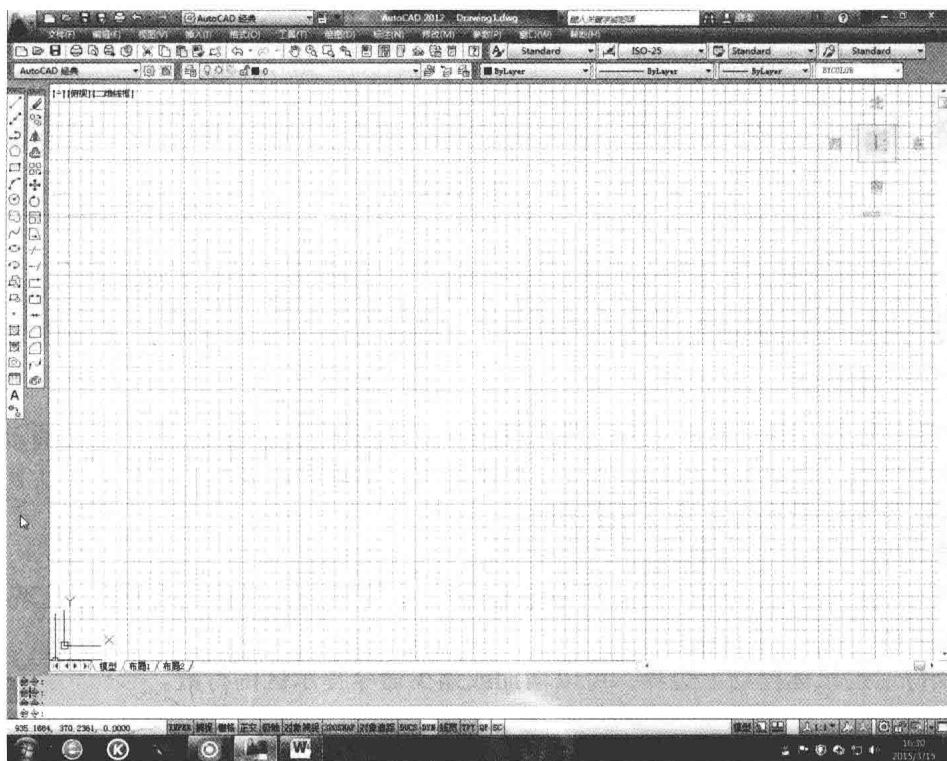

图 1-5 新界面
①AutoCAD 共提供了多少个工具条?
②系统目前打开了哪些工具条?
③将系统界面调整成如图 1-5 所示的模式。